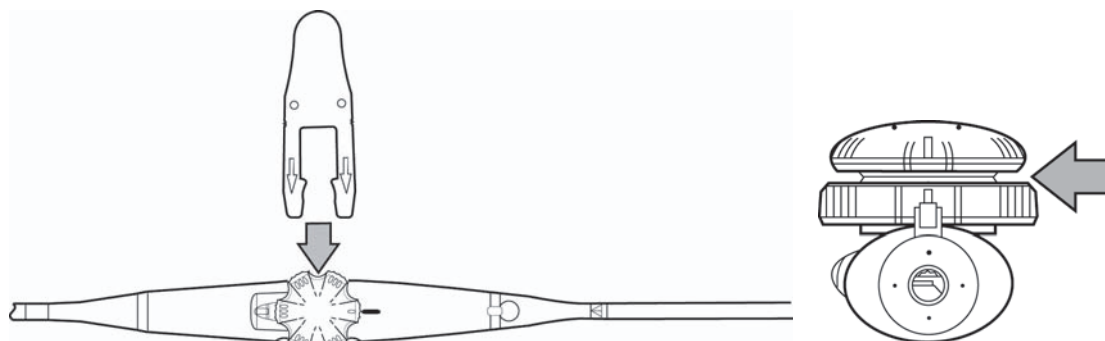

図 5-7 バイトホール検出試験用ツールを挿入する
- 1 図 5-7 に図示する通り、バイトホール検出試験用ツールをスキャン面操作ダイヤルの下に差し込みます。バイトホール検出試験用ツールは SonoSite TEExi プロープに同梱されています。